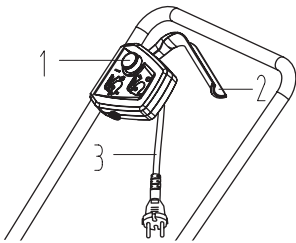

Рис. 7 Органы управления газонокосилкой
6. Воткните вилку (3) кабеля включения в розетку удлинителя (Рис. 7).
Удерживая нажатой кнопку блокировки (1) (Рис. 7), нажмите рычаг выключателя (2). Отпустите кнопку блокировки (1), переведите газонокосилку в рабочее положение.
Ваша газонокосилка будет продолжать работать все время, пока Вы нажимаете на рычаг выключателя (2) (Рис. 7). Чтобы остановить косилку достаточно отпустить рычаг выключателя.